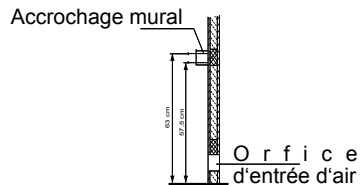

Fig. 2
1. A l'aide des vis à panneaux d'agglomérés ci-jointes, vissez à fond la fixation murale conformément aux fig. 2 + 3, centrée au-dessus de l'orifice d'entrée d'air.